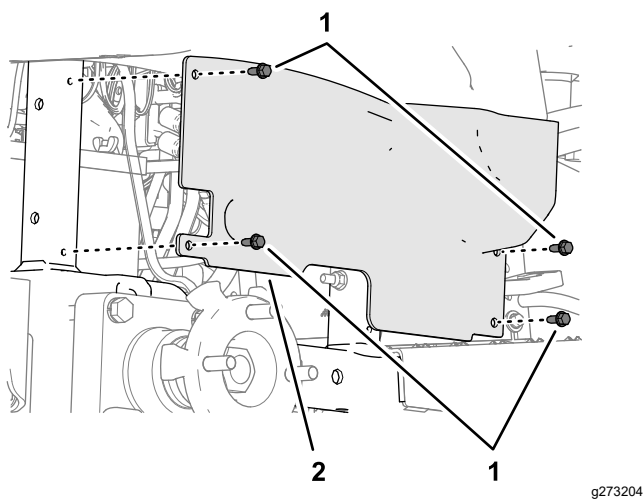

图 31
3. 拆下将车轮护罩固定到机器机架上的 4 个凸缘平头螺丝 $\frac{1}{4} \times \frac{5}{8}$ 英寸图 31。